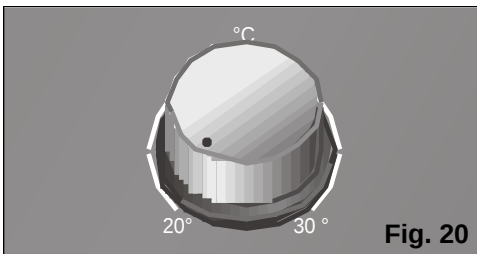

Fig. 20
- ☐ Zet de thermostaat op de positie laagste temperatuur, Fig. 20.